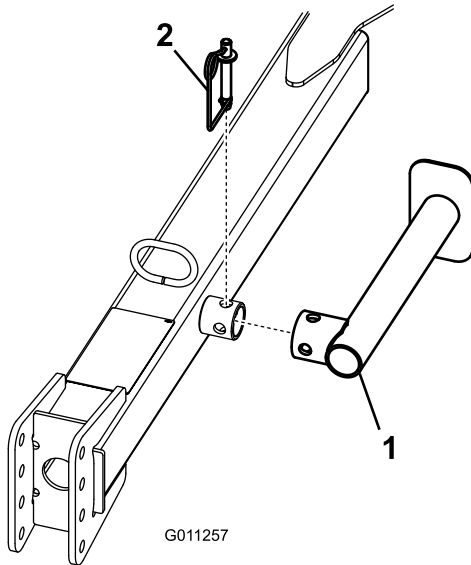

Figura 9
3. Retire el pasador elástico, gire el gato hacia abajo e instale el pasador elástico (Figura 9).